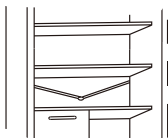

Fig.20
- Houd de afvoerleiding (fig. 20) schoon in het koelgedeelte en hou het vrij van water.